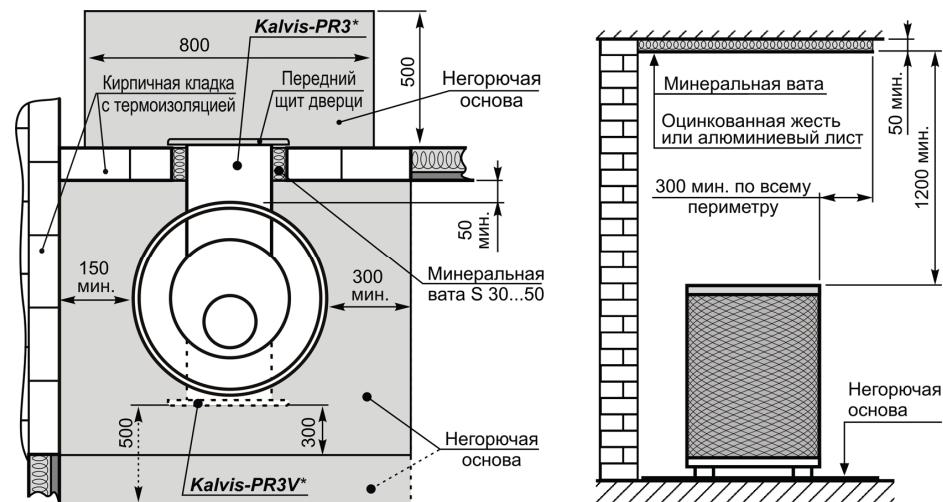

Рис. 5
Печь **Kalvis-PR3V**, **Kalvis-PR3V-S** устанавливается внутри бани с соблюдением противопожарных требований (см. рис. 5).
- минимальные расстояния между печью и стенами бани показаны на рис. 5;
- деревянный потолок над печью должен быть изолирован минеральной ватой толщиной не менее 50 мм **и прикрыт оцинкованной жестью** или алюминиевым листом (см. рис.5).